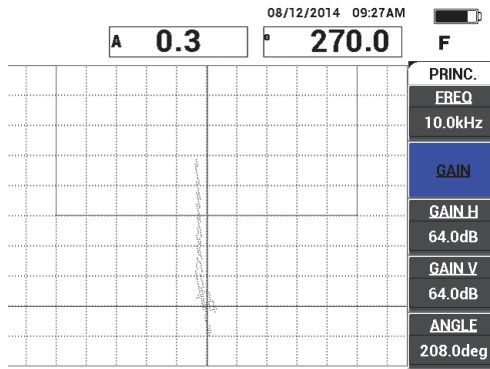

Figure 6-26 Amplitude du signal réglée pour entrer dans la boîte d’alarme
- Appuyez sur la touche **GAIN (dB)**, et puis réglez l'amplitude du signal de manière à ce que le décollement entre dans la boîte d'alarme et qu'il s'étende approximativement sur 5 divisions à partir de la position d'équilibrage (réticules) [voir la Figure 6-26 à la page 153].